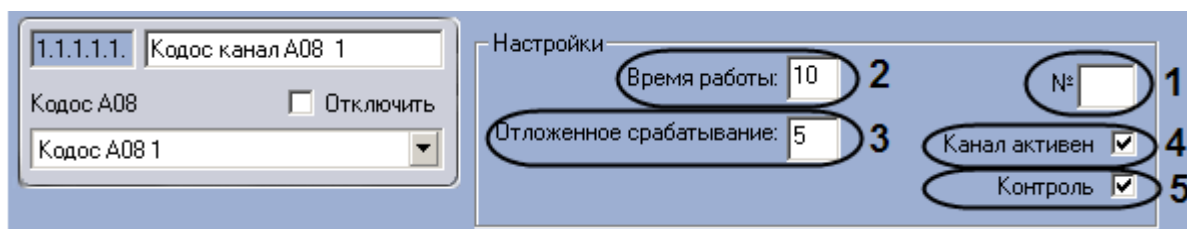

Рис. 3.6—17 Настройка канала адресного блока Кодос А-08
2. Указать в поле **№** аппаратный адрес подключения канала (см. Рис. 3.6—17, 1).
3. В поле **Время работы** указать период времени в секундах, в течение которого канал будет активен при передаче извещений (см. Рис. 3.6—17, 2).